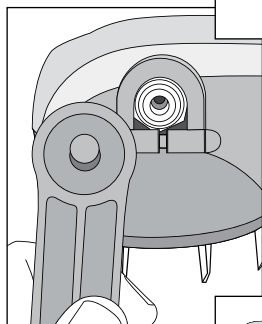

Рис. 3
- Установите ключ фильтра на крючок (**рис. 3**).